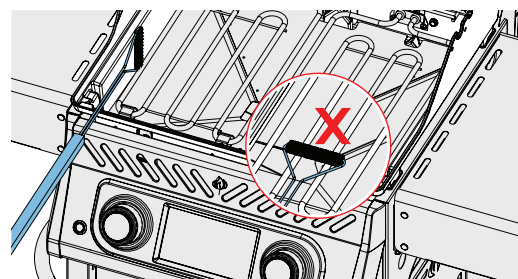

Рис. 7
2. Використовуйте м'яку латунну щітку для очищення від сміття. Вичистіть усе сміття зсередини приладу у знімний піддон для стікання води. НЕ використовуйте щітку на електричних конфорках. (Рис. 7)